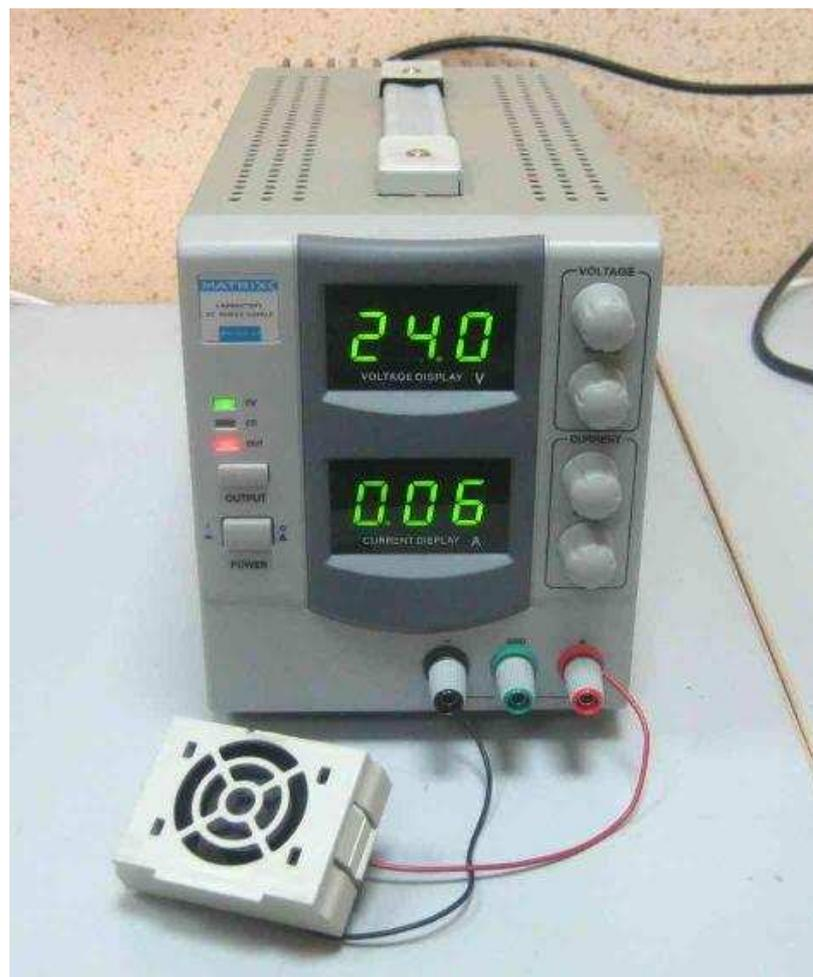

Рис. 4.11. Диагностика вентилятора
4.9.2. Подключить вентилятор к источнику постоянного напряжения 24 В, соблюдая полярность («+» красный провод, «-» чёрный), подать напряжение (см. рис. 4.11). Если вентилятор не вращается, заменить на новый. Если не вращается замененный вентилятор - заменить плату питания.